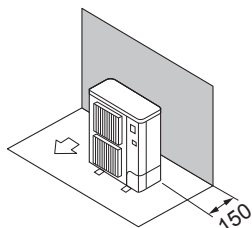

Fig. 2-3
- ① Hindringer kun bak (fig. 2-3)